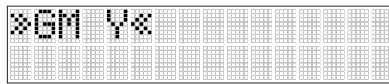

Abb. 18: Untermenü „GradeMatch“
- 6.) Drücken Sie kurz die E-Taste (j), um ins Untermenü zu wechseln. Bestätigen Sie dann durch erneutes Drücken der E-Taste (j) die Y-Achse und starten Sie die GradeMatch Funktion (vgl. Abb. 18).